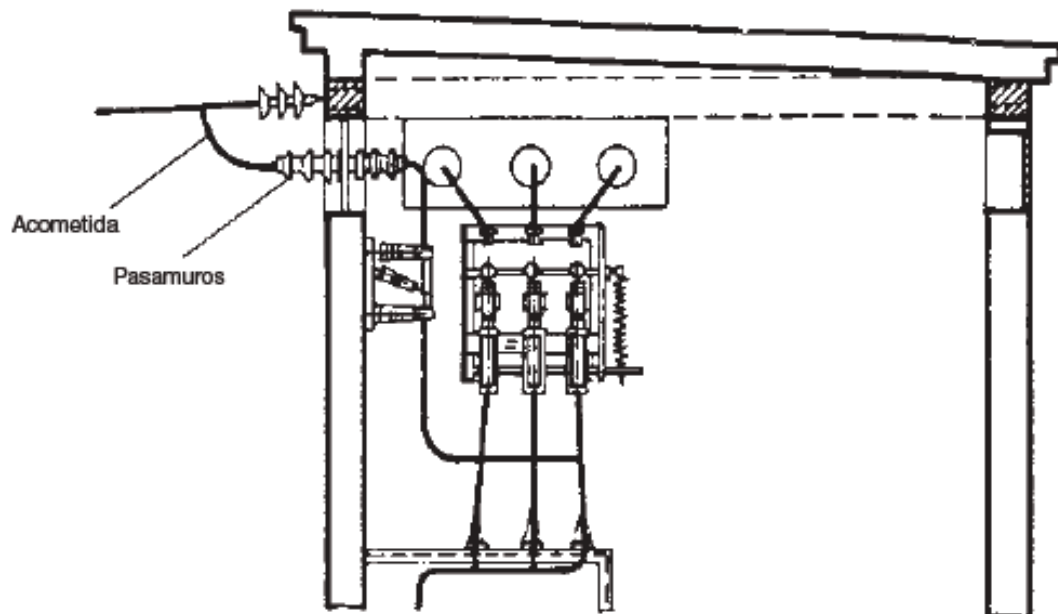

Fig. 1.21. CT con acometida aérea.
- **CT con acometida aérea.** En este tipo de centro, la corriente eléctrica llega al centro a través de una línea aérea de MT (Fig. 1.21).